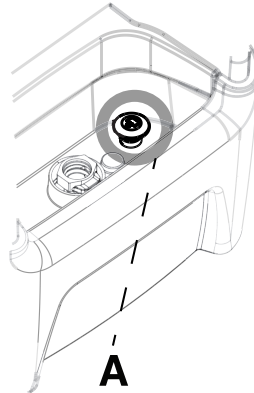

Figura 4-31: Tapón de desagüe
20. Empuje hacia arriba el tapón de desagüe del controlador (Figura 4-31 de la página 4-47) para abrir el desagüe.